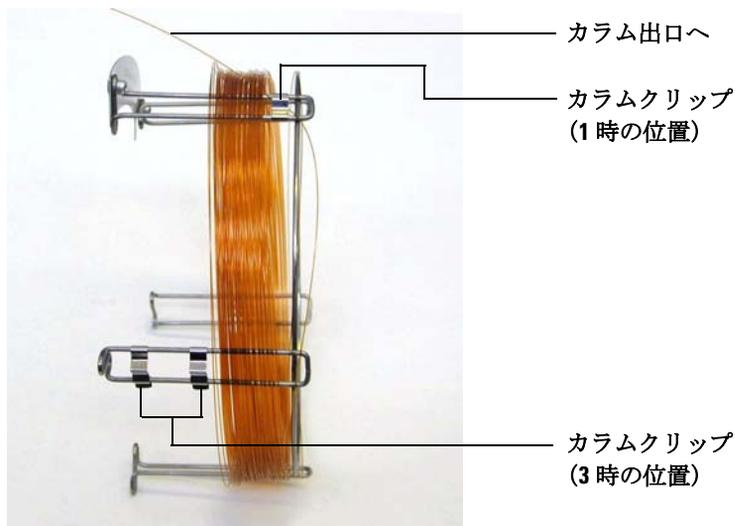

図5 1時の位置から通したカラム
- 4 カラム出口がカラムケージの前方に来るように、1時の位置にあるクリップからカラム出口を通します。図 5 を参照してください。